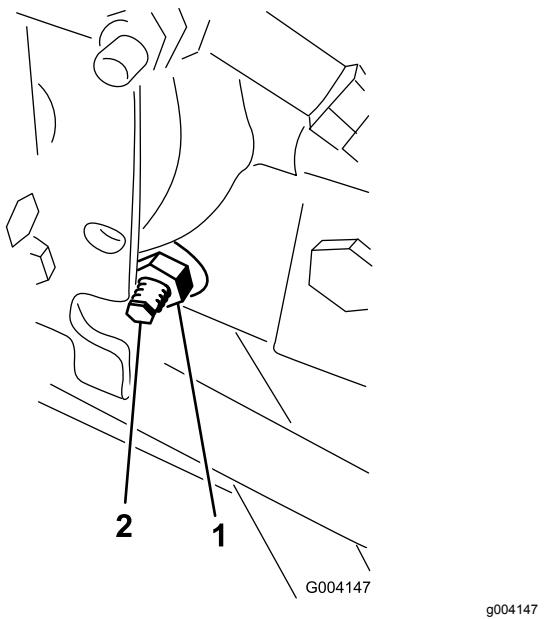

Figura 79
3. Dal lato destro dell'idrostato, allentate il dado di bloccaggio sulla camma di regolazione della trazione (Figura 79).